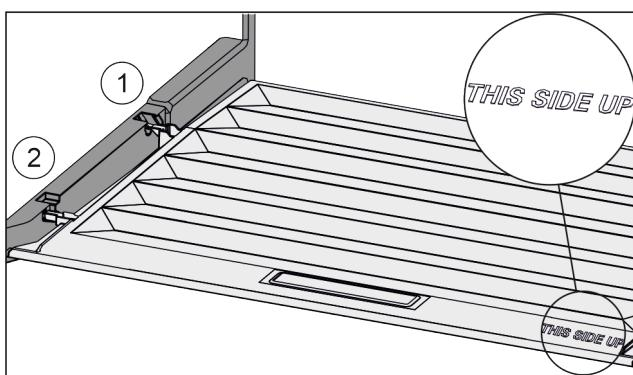

Fig. 127
- Пъхнете шийките на капака през отвора в задния държач Fig. 127 (1) и фиксирайте отпред в държача Fig. 127 (2).